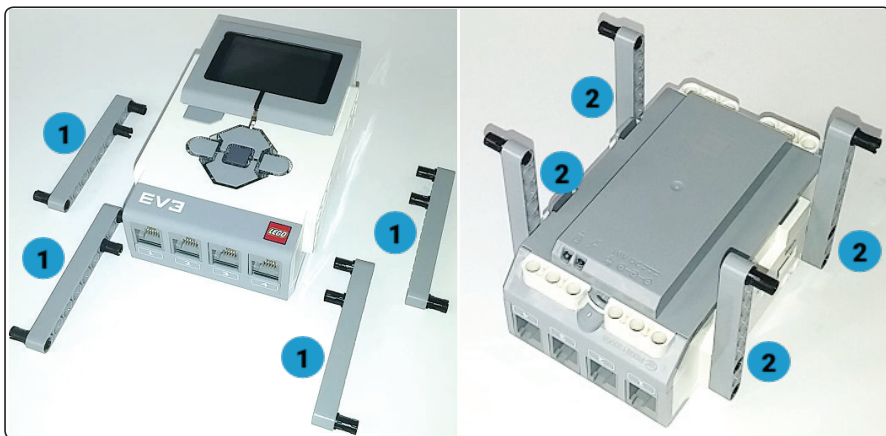

Figura 2.2-11. Montaje del cuerpo del robot de sumo EV3
1. Los conectores se colocan de tres en tres en cada una de las barra9 según se muestra en la Figura 2.2-11.